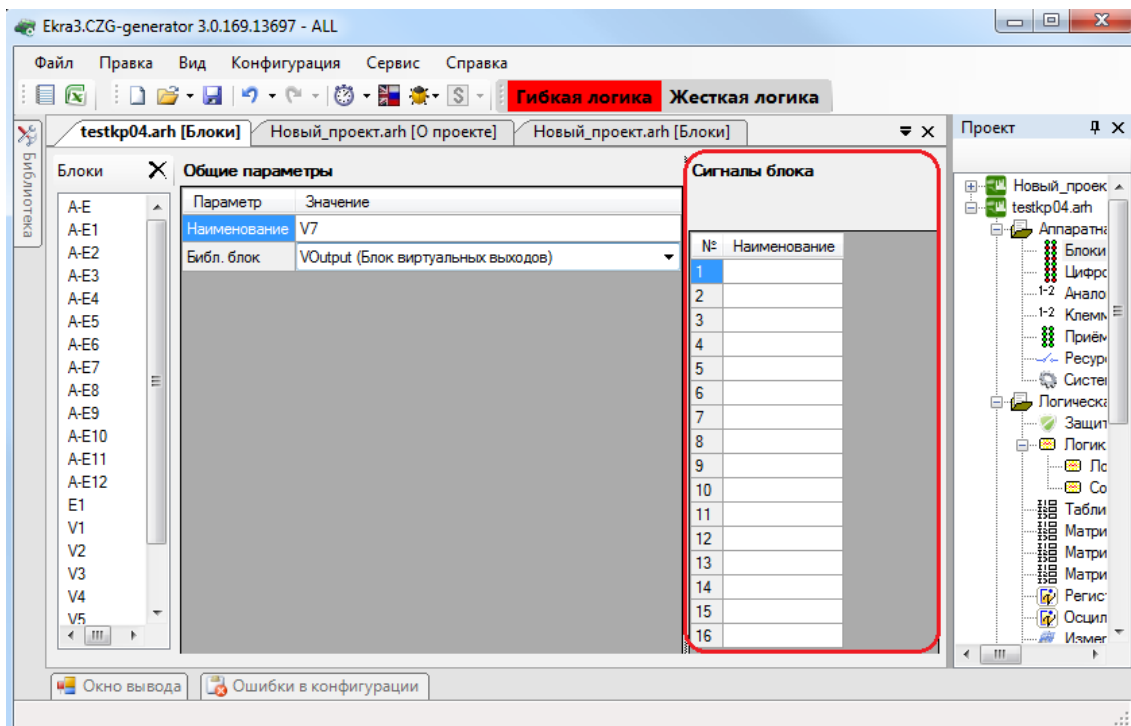

Рисунок 3.14
3.4.1.3.4 Блок виртуальных выходов (см. рисунок 3.14)